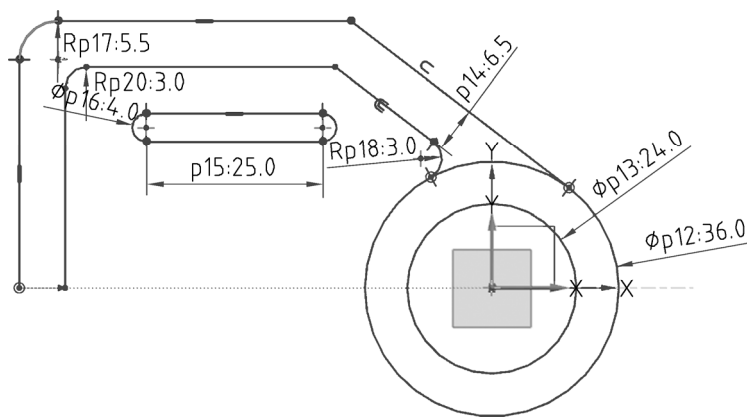

图 1-3-11 绘制圆角
(6) 绘制圆角。点击【直接草图】→【圆角】命令，绘制如图 1-3-11 所示的圆角，内轮廓半径为 R3，外轮半径为 R5.5。